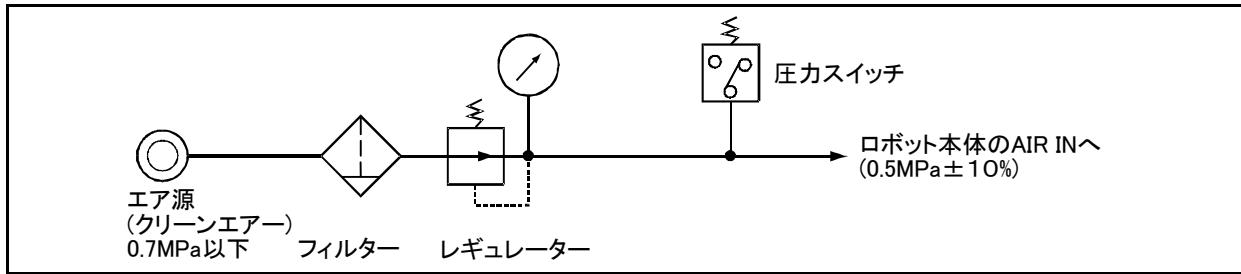

図 2-84 : ハンド用エア供給回路例
- 2) 工場エア圧低下時には、ハンドのクランプ力低下などによって実際の作業に支障をきたす恐れがあります。その防止策として、図 2-84 に示すようにエア源に圧力スイッチを取り付け圧力低下時にはロボットが停止するような回路にしてご使用ください。圧力スイッチでも支障のある場合は、機械的ロック式ハンド、バネ圧によってクランプするハンドをご使用ください。